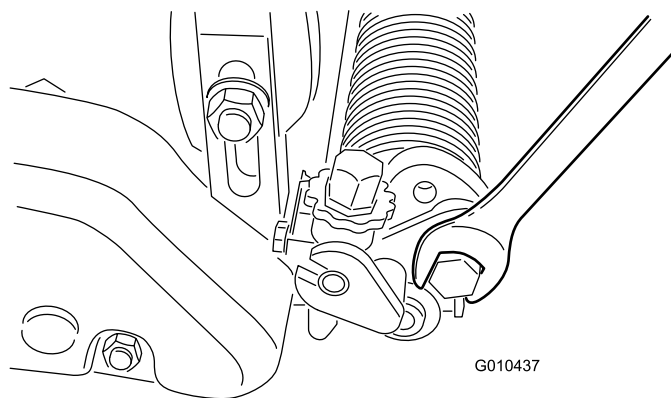

Figure 23
- Desserrez les boulons sur les bras gauche et droit du groomer (Figure 23).